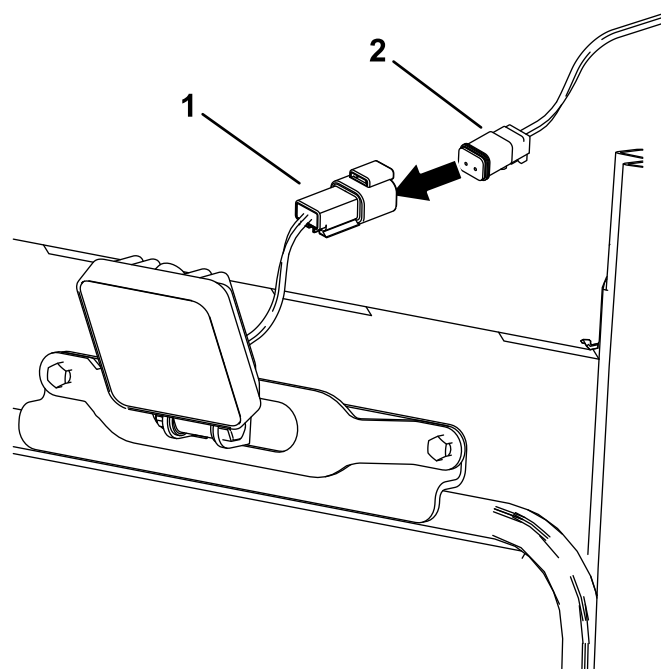

Рисунок 10
7. Подсоедините разъемы к рабочим осветительным приборам (Рисунок 10).